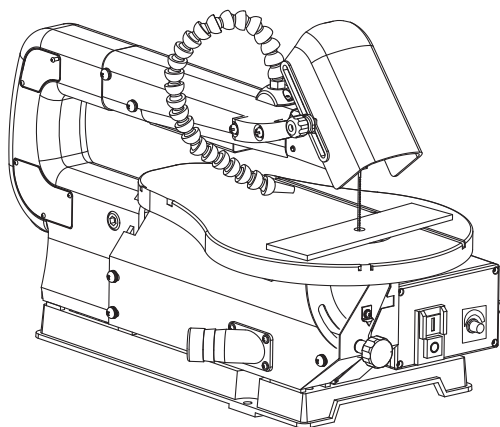

Fig. 13
- > También para el corte de contornos internos, taladre primero un orificio a través del cual pueda enhebrar y tensar la hoja de la sierra. De este modo podrá serrar el contorno interno cerrado. (Fig. 13)